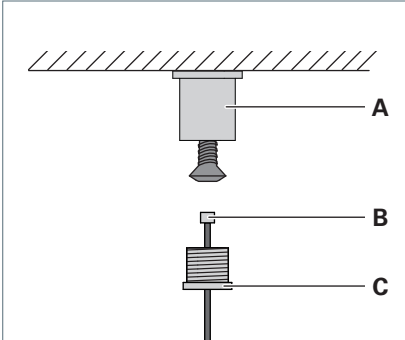

Fig. 2: Deckenbefestiger montieren.
- ▶ Schrauben Sie die Hülse **A** mit einer geeigneten Schraube an die Decke, siehe Fig. 2.